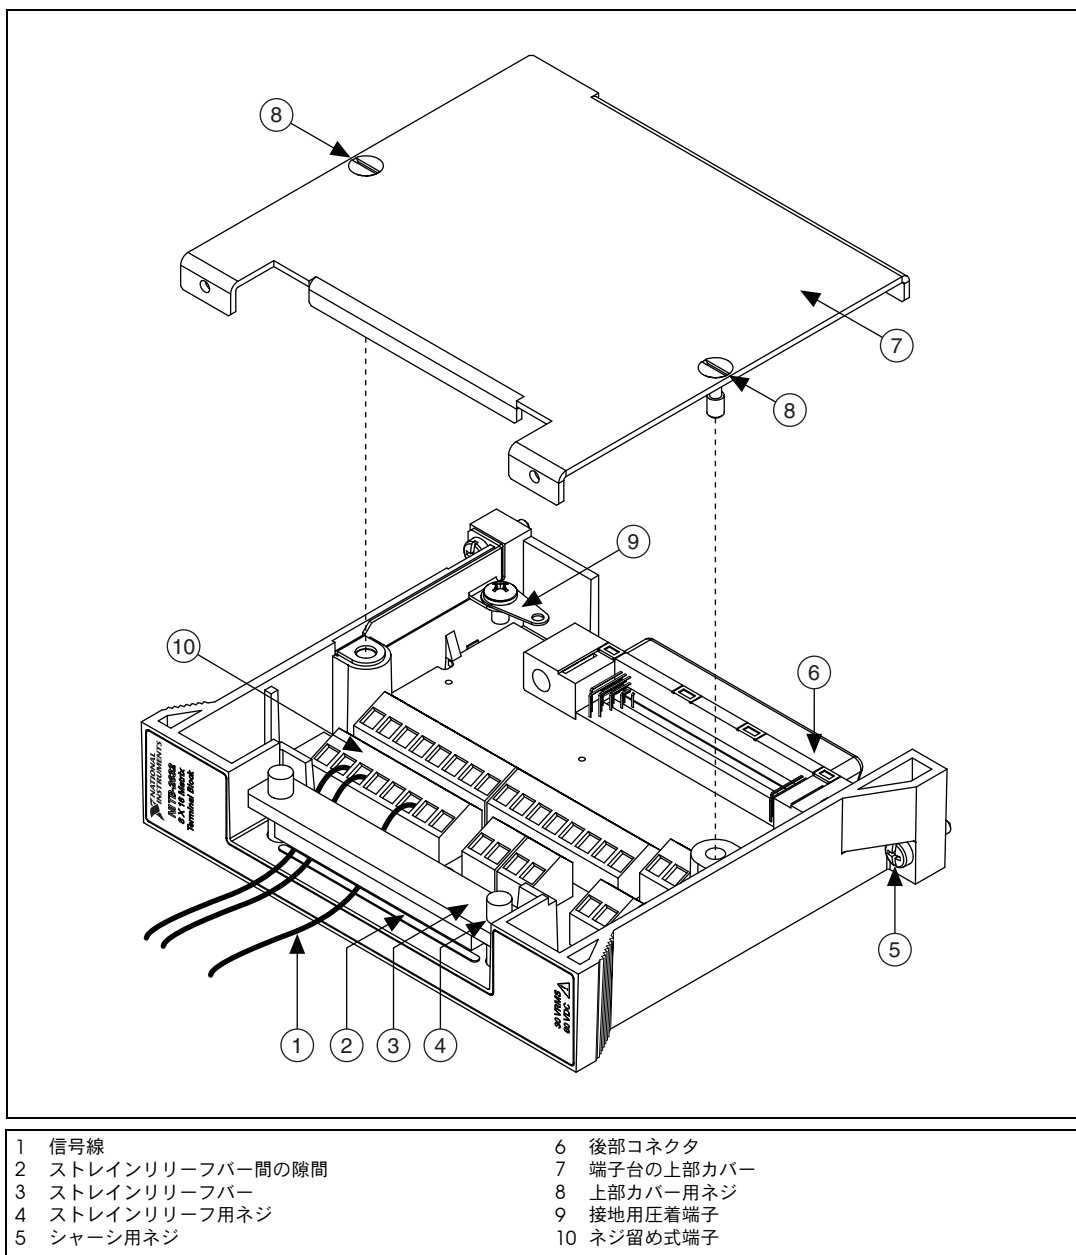

図 1 TB-2632 端子台
5. 図 1 に示されているように、信号線をストレインリリーフバー間の隙間に通します。